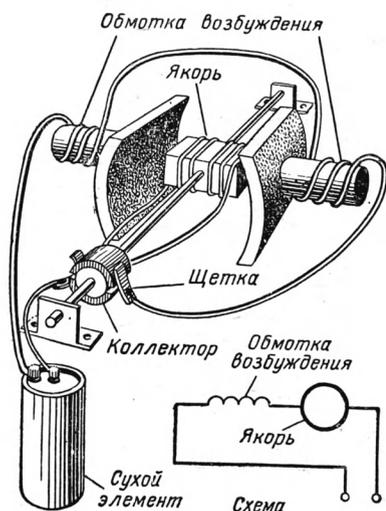

Рис. V.103. Электродвигатель, у которого обмотка возбуждения соединена последовательно с якорной обмоткой.
**Двигатели с обмотками возбуждения, служащими в качестве электромагнитов.** Вместо постоянного магнита для создания магнитного поля обычно используют электромагниты. На рис. V.103 и V.104 показано, что обмотки возбуждения можно соединить с якорем как последовательно, так и параллельно.
**Ремонт универсального электродвигателя.** Небольшие электродвигатели, рассчитанные на работу как на постоянном, так и на переменном токе, называются универсальными. В этих электродвигателях обмотка возбуждения соединена последовательно с якорной обмоткой, как это показано на рис. V.103. Небольшие электродвигатели такого типа применяются в пылесосах, вентиляторах, швейных машинах и в других электробытовых приборах.